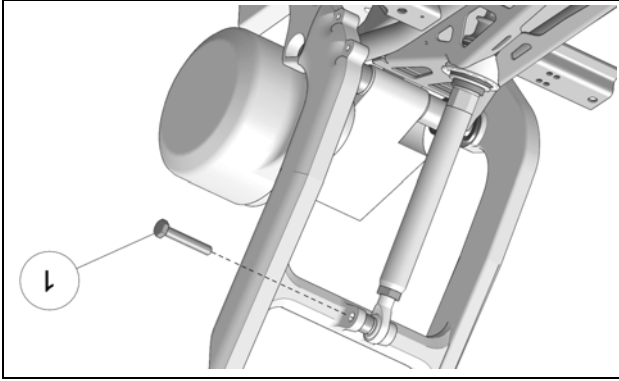

Figure 24
- Positionner la T-bague de l'embout à rotule à la fixation supérieure de l'amortisseur. Le sens d'insertion de la T-bague doit être celui qui permet d'obtenir le meilleur alignement du système arrière. Réutiliser le boulon d'origine (1) de l'amortisseur. Voir la Figure 24.